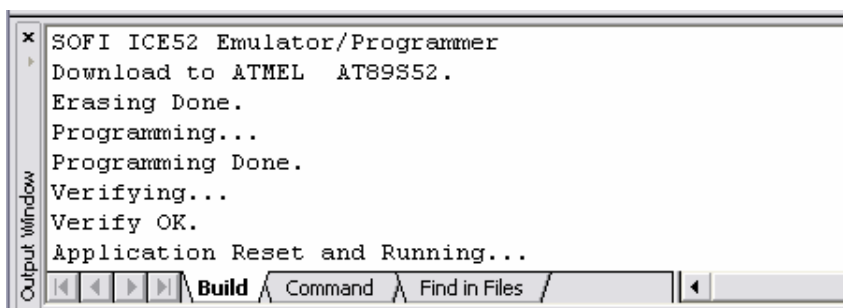

图 4.26 Keil 编程信息
4) 点击 Keil 工具栏的  按钮，或者是菜单【Flash】→【Download】即可将程序烧写开发板的实验芯片 (AT89S52) 内。Keil 的窗口内会显示如图 4.26 所示的内容。下载完毕，目标板上单片机便开始运行写入的程序（注意程序必须正常，如果不能正常运行，可以直接使用光盘中的范例程序）。